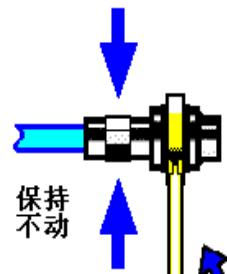

图 3.6 使用力矩扳手完成最后连接
**步骤 3.** 如图 3.6, 使用力矩扳手拧紧完成最后的连接, 注意力矩扳手不要超过起始的折点, 可使用辅助的扳手防止连接器转动。